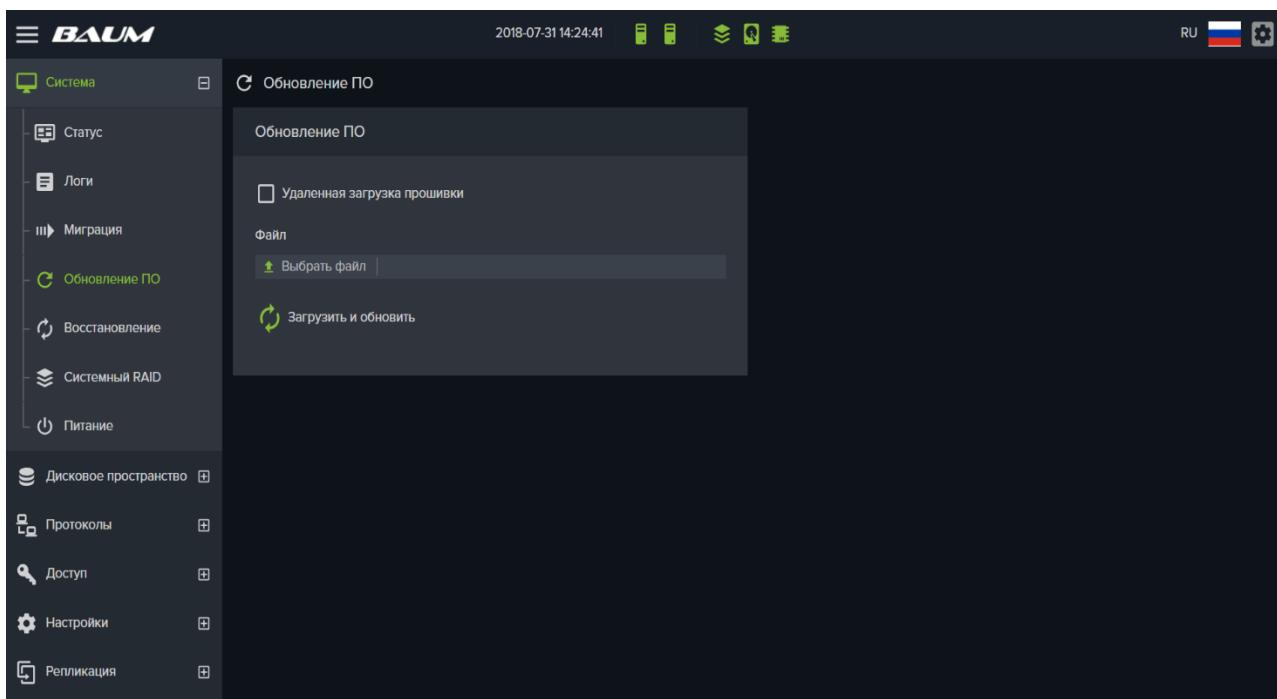

Рисунок 125 – Обновление ПО
4. Перейти на вкладку «Система» → «Обновление ПО» (см. Рисунок 125).